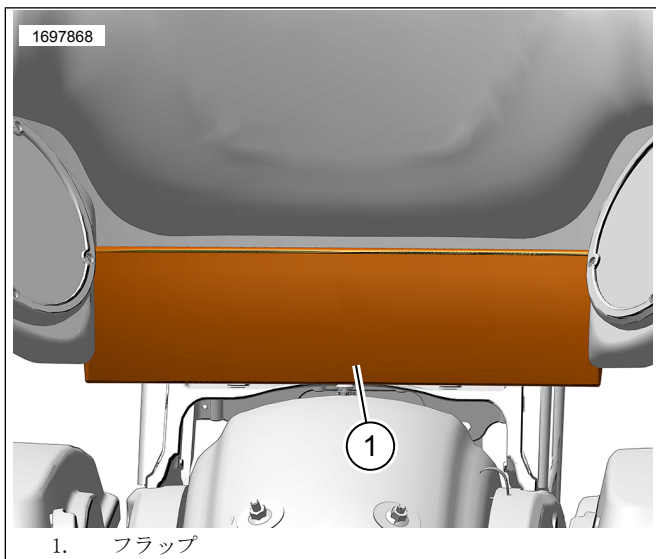

図9。フラップ
1. 図9を参照してください。フラップ(1)を持ち上げて、マウントエリアにアクセスできるようにします。